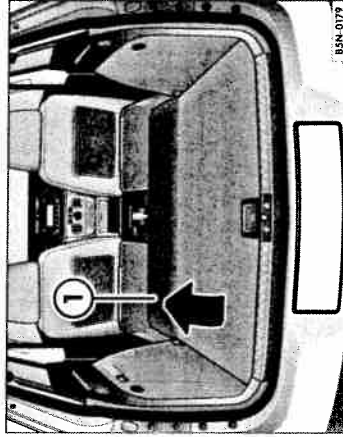

Fig. 112 Lărgirea portbagajului în față.
- Rabatați capacul ⇒ fig. 112 în față, în sensul indicat de săgeată.